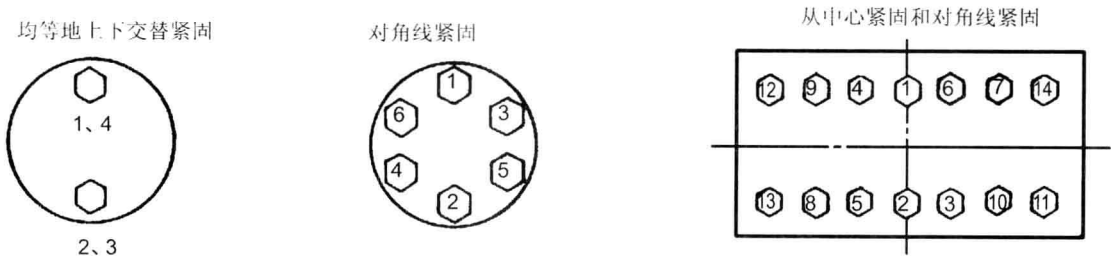

图 1-7 示意图 (6)
- (2) 螺栓紧固顺序。如图 1-7 所示，当紧固两个或两个以上螺栓时，要交替紧固，以保证紧固均匀。